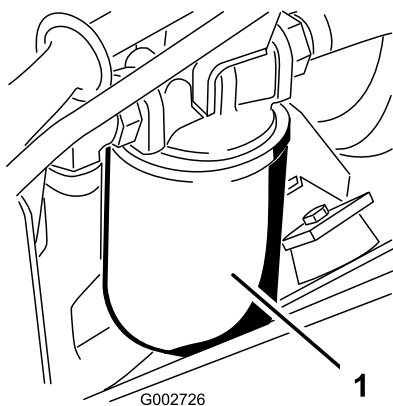

Рисунок 41
3. Поместите сливной поддон под гидравлический фильтр, расположенный с левой стороны машины (Рисунок 41).